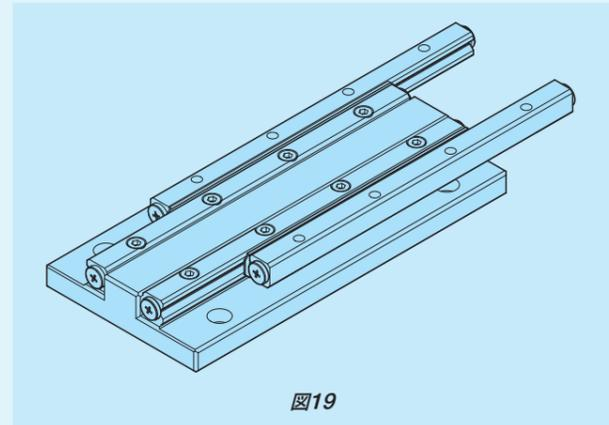

図19
- ・テーブル側軌道台をストローク端位置になるように配置します。（図19参照）